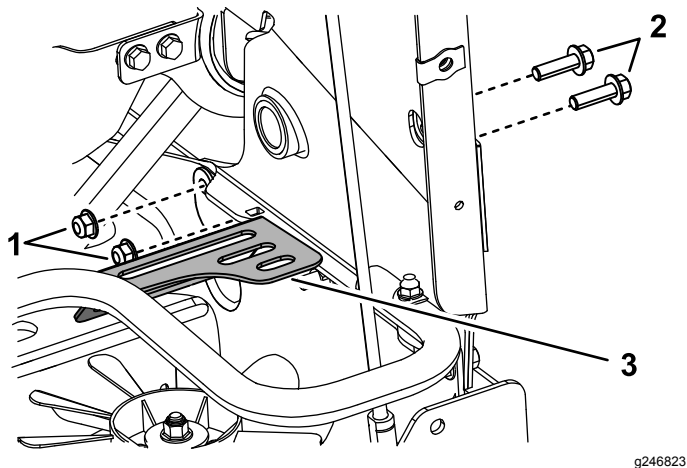

Figura 30
15. Retire los 2 pernos y las 2 tuercas del lado derecho de la máquina, y utilícelos para instalar el protector del ventilador (Figura 30). Apriete los pernos a 37–45 N·m (27–33 pies-libra).